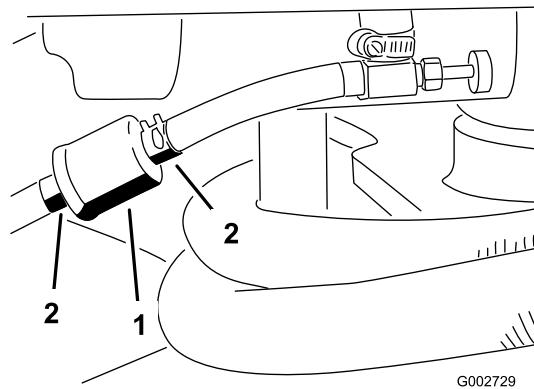

Bild 31
1. Schließen Sie den Kraftstoffhahn, lockern die Schlauchklemme an der Vergaserseite des Filters und ziehen die Kraftstoffleitung vom Filter ab (Bild 31).